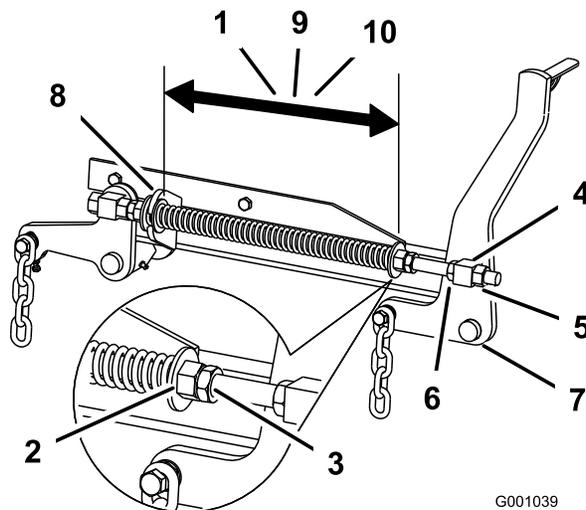

Рисунок 106
2. Проверьте расстояние между двумя большими шайбами, оно должно быть равно 28,2 см для 52-дюймовых, 26,7 см для 60-дюймовых или 29,2 см для 72-дюймовых дек газонокосилок (Рисунок 106).
3. Отрегулируйте это расстояние, ослабив контргайку пружины и повернув гайку в передней части каждой пружины (Рисунок 106).
4. Зафиксируйте эту гайку на месте, затянув контргайку пружины (Рисунок 106).